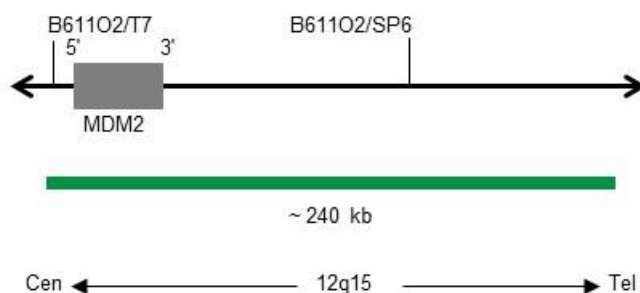

Fig. 1: SPEC MDM2 Cartographie de la sonde (pas à l'échelle)
- Polynucléotides marqués à la digoxigénine (~1,1 ng/ μ l), qui visent la cartographie des séquences dans 12q15* (chr12:69,190,708-69,430,185) hébergeant la région du gène MDM2 (voir Fig. 1).